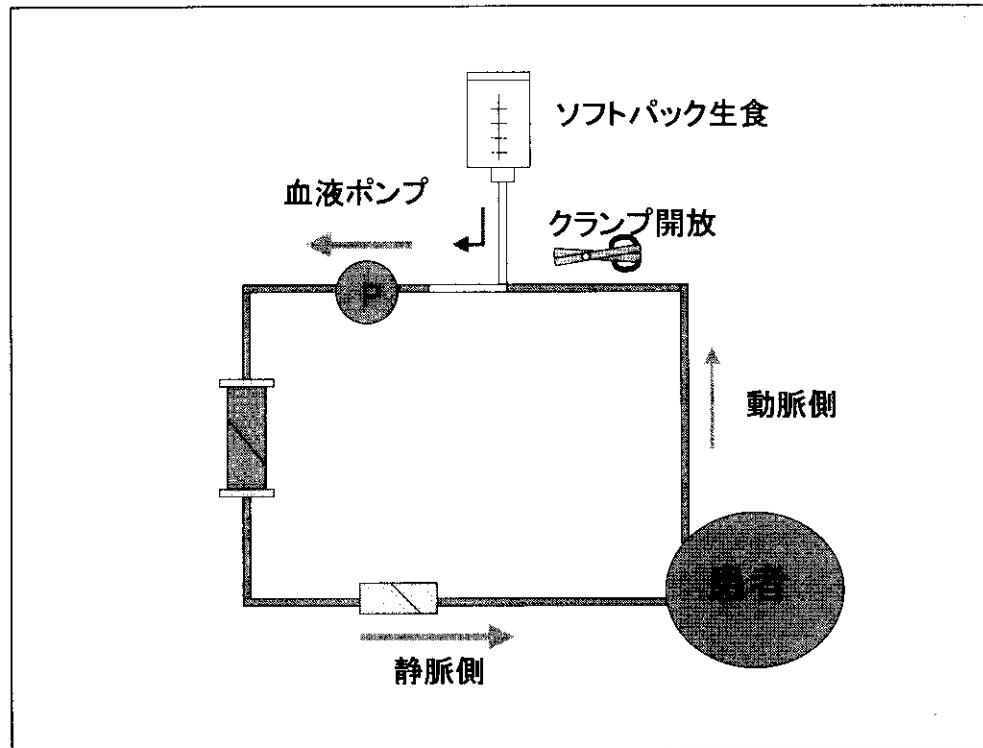

図9 生食の落差を利用した生食置換返血法②
- 補液ラインのクランプを開放し気泡・凝血塊を血液ポンプ側に移動させる除去する（図 9）。